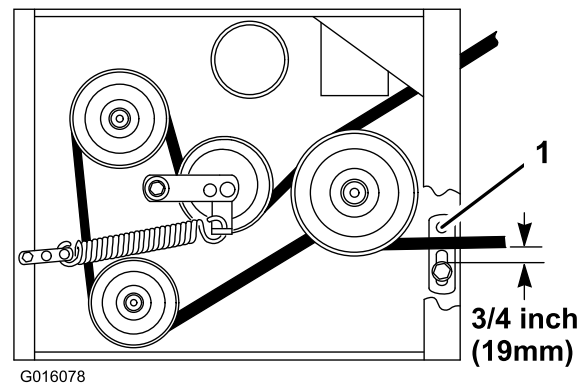

Figura 10
8. Controllate che il guidacinghia sotto il telaio del motore sia regolata in modo corretto (Figura 10).
Nota: Quando viene inserita la cinghia del piatto di taglio, accertatevi che la distanza tra il guidacinghia e la cinghia del piatto di taglio sia di 19 mm (Figura 10). Regolate il guidacinghia del piatto di taglio come necessario. La cinghia disinserita non dovrebbe trascinare o cadere dalla puleggia quando le guide sono regolate correttamente.